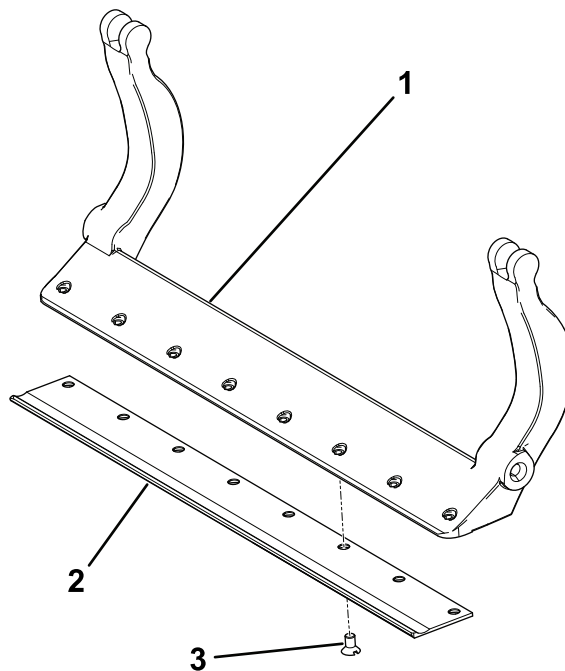

Figura 33
3. Applicare un composto antigrippaggio sulle viti e montate la controlama sulla barra di appoggio come segue (Figura 33):
- A. Serrate le 2 viti esterne a 1 N·m; fate riferimento alla Figura 33.
- B. Partendo dal centro della controlama, serrate le viti a 23–28 N·m; fate riferimento alla Figura 33.